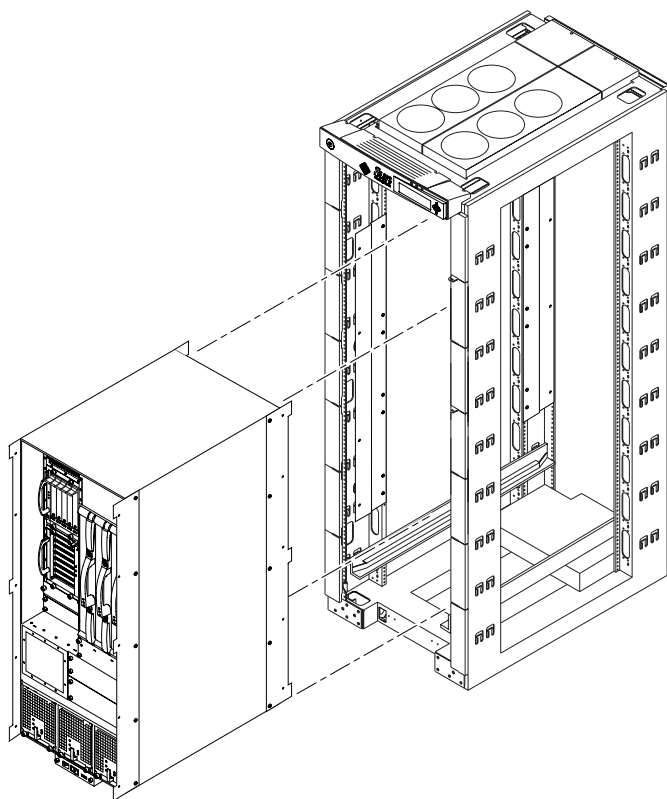

图 1-4 将 Sun Fire 4810 系统安装到 Sun Fire 机柜
- 图 1-4 将 Sun Fire 4810 系统安装到 Sun Fire 机柜 1-5
2. 将系统插入 Sun Fire 机柜中的水平滑轨上 (图 1-4)。